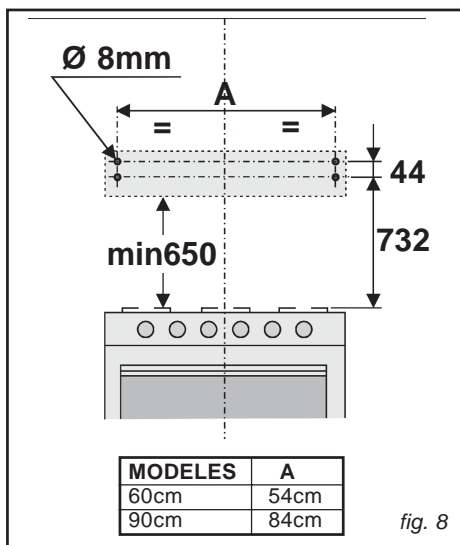

fig. 8
- Marquez les 4 trous à faire dans le mur, en respectant les mesures indiquées Fig. 8; faites les trous et insérez les 4 chevilles (qui sont fournies).
- Marquez les 4 trous à faire dans le mur, en respectant les mesures indiquées Fig. 8 ; faites les trous et insérez les 4 chevilles (qui sont fournies).